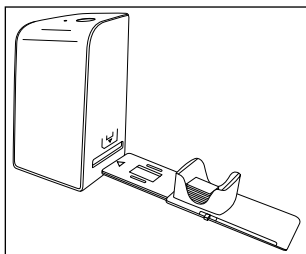

Bild 2
- ◆ För in diabilismagasinet **6** med observationsfönstret först i det högra facket **4**. Kontrollera att triangelmärket sitter framtill och är synligt (se bild 2).